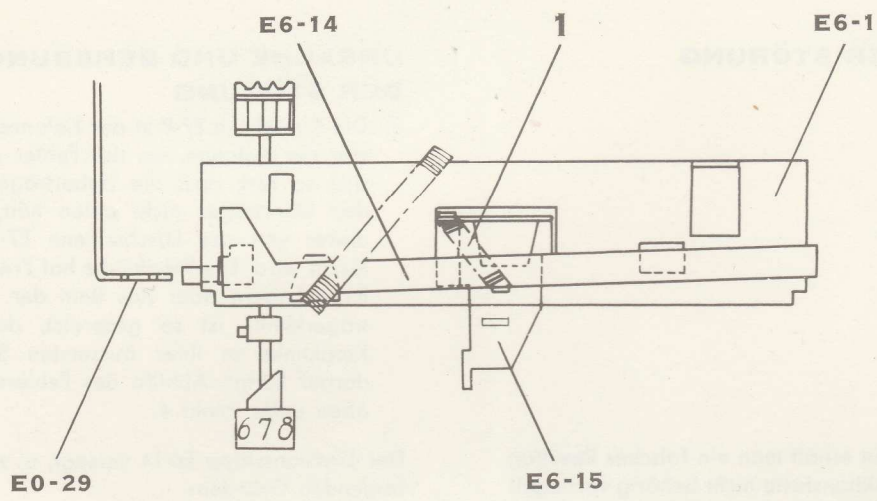
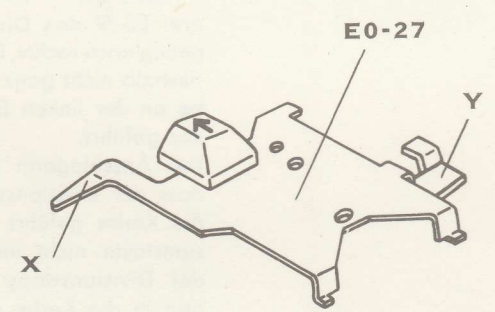

FIG. 11
FIG. 12
- 1.1. Der Vorwärtstastenarm ist zur Anlage auf die 6^o Hauptachse niederzudrücken, und die Divisionslöschklinke E6-15 muss dann so stehen, dass die Kerbe an deren Umbiegung 1-1,5 mm unter dem Zahn (siehe Fig. 11) des Divisionslöscher E6-13 steht. Eventuelle Justierung wird an Fahne X ausgeführt. Wird der Vorwärtstastenarm so weit niedergedrückt, dass der Divisionslöscher gerade ausgelöst wird, so soll gleichzeitig das Kontrollrad 0-gestellt werden und der Wagen so ausgelöst werden, dass dieser sich um eine Stelle nach links bewegt, indem der Vorwärtstastenarm wieder nach oben in seine Ausgangsstellung geführt wird. Eventuelle Justierung wird an der Fahne Y ausgeführt. Fig. 12. Darauf wird der Tastenarm bis zum Anschlagen der Divisionslöschklinke gedrückt, ohne dass dieser den Divisionslöscher auslöst, und der Wagen darf sich nicht nach links bewegen.